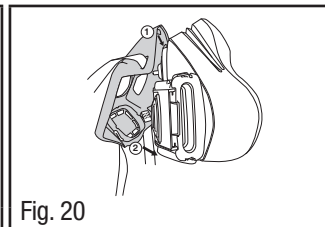

Fig. 20
3. Remplacer l'ensemble harnais de tête en positionnant le rebord du harnais dans l'encoche située sur le dessus du masque (Fig. 20, n°1).
4. Insérer le bas de l'ensemble harnais de tête dans le masque en exerçant une pression (Fig. 20, n°2). Si on enclenche l'ensemble correctement, un déclic devrait se faire entendre.